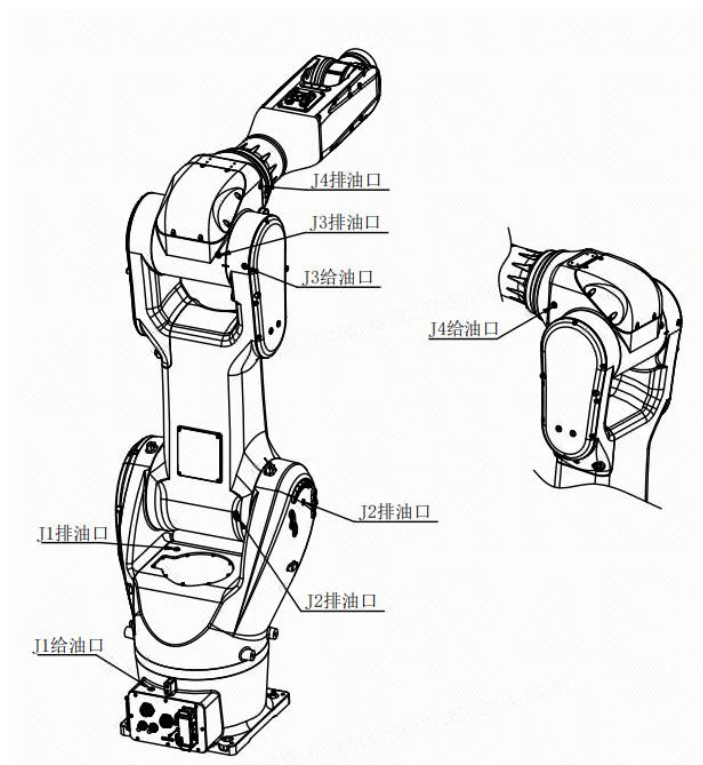

图 4-1 机器人注油口和排气口分布图
- 3) 拆下润滑脂供、排油口的内六角螺塞 M10*1，见图 4-1